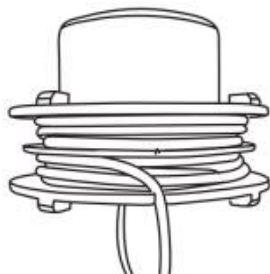

Fig. 67
4. Lasciare infine circa 200 mm di lunghezza e attaccare le linee nelle fessure per mantenerle in posizione. (Fig.67)